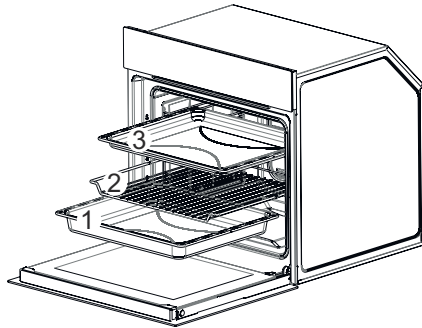

Fig. 15
- Retire las bandejas y la parrilla respectivamente (1-2-3 / Fig. 15).